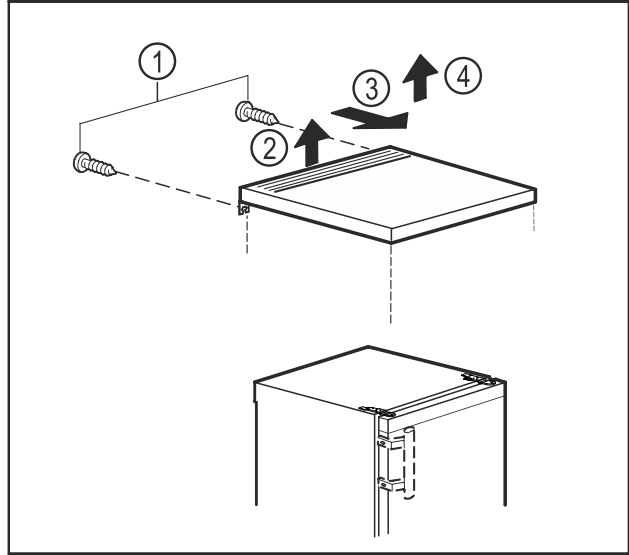

Fig. 9
- Poista takapuolella olevat ruuvit. Fig. 9 (1)
- Nosta pöytälevy takaa. Fig. 9 (2)
- Työnnä pöytälevyä eteenpäin. Fig. 9 (3)
- Ota pöytälevy ylöspäin pois. Fig. 9 (4)